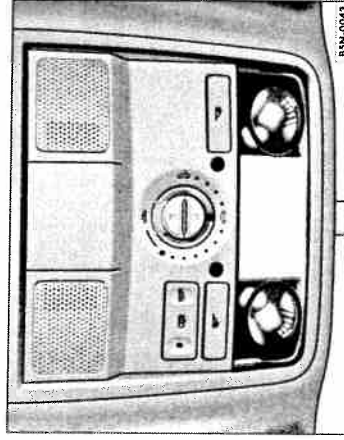

Fig. 44 Plafonul: Tastele lămpilor pentru citit din față.
- Apăsați tasta corespunzătoare ⇒ fig. 44, pentru a aprinde lampa pentru citit din stânga sau din dreapta.